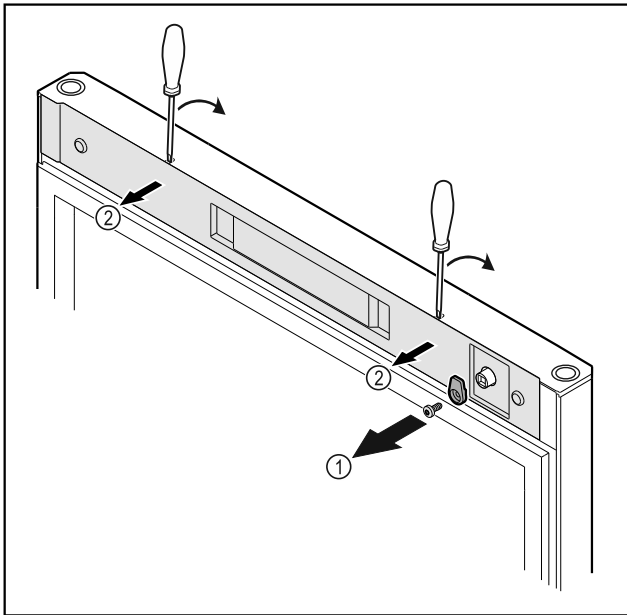

Fig. 12 \*
- ▶ Odvrnite kuke za zatvaranje Fig. 12 (1)\*
- ▶ Odvojite poklopac Fig. 12 (2) malim odvijačem i skinite ga.\*